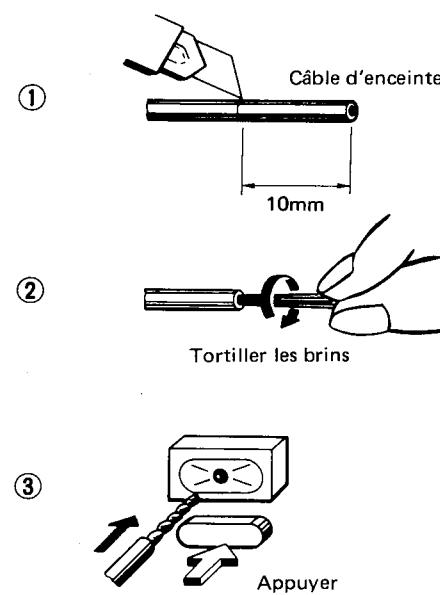

Fig. 2
Préparation et connexions des câbles d'enceintes (Fig. 2)
1. Couper la gaine isolante des câbles d'enceintes comme indiqué sur la Fig. 2-①.